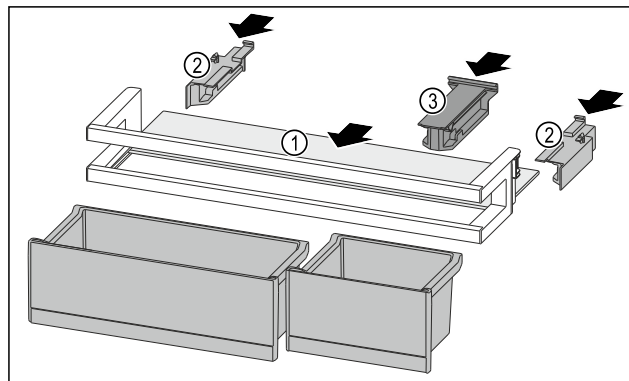

Fig. 263
- ▶ Odkládací plochu Fig. 263 (1) zasuňte do bočních vybrání.
- ▶ Boční díly Fig. 263 (2) vložte.
- ▶ Držák Fig. 263 (3) vložte.